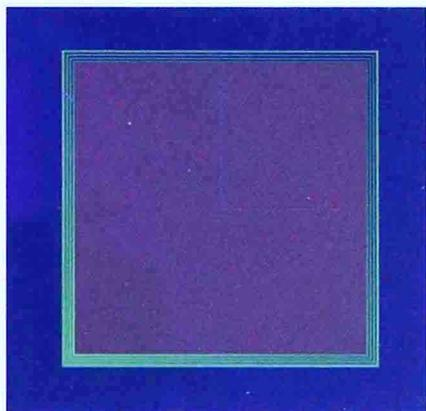

图 1-10
8. 再次点击  按钮，关闭【捕捉设置】。鼠标在  【三维捕捉】上右击，在弹出的对话框中设置【捕捉方式】为点的方式，取消其他捕捉方式，然后在透视图图中，用【Plane】(平面)捕捉相框的4个角，创建相框背板。如图 1-10 效果。